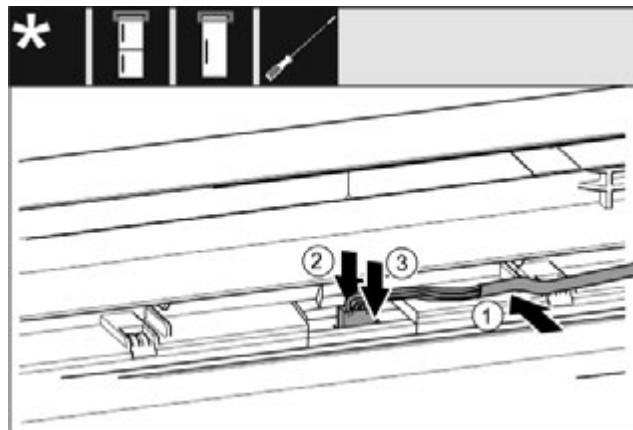

Fig. 35
- ▶ Вставте сірий кабель в направляючу в верхніх дверцятах. Fig. 35 (1)
- ▶ Притисніть фіксувальний виступ назад Fig. 35 (2)
- ▶ Зафіксуйте штекер. Fig. 35 (3)